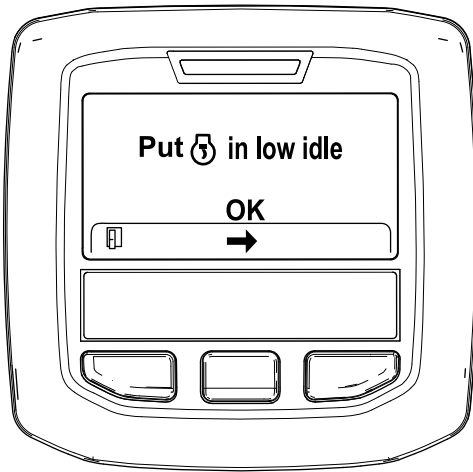

Figure 45
6. Placez la commande d'accélérateur en position de RALENTI et appuyez sur le bouton central (Figure 45).